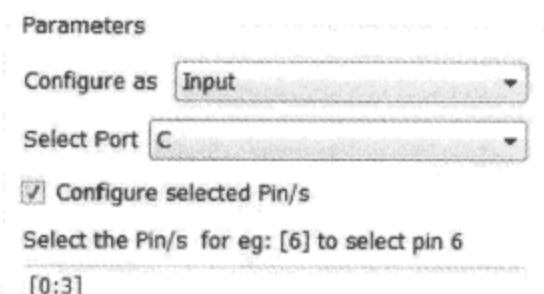

图 7.2.82 Read Port Config 模块设置
(4) Read Port Config。选择端口 C 的方向为输入，勾选 Configure selected Pin/s 复选框，引脚定义为[0:3]，如图 7.2.82 所示。